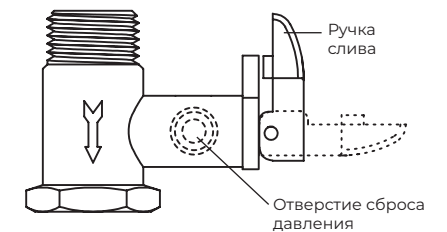

Рис. 5
- Помните о контрольных проверках исправности действия предохранительного клапана каждые 14 дней. Способ проверки: перевести ручку слива в горизонтальное положение до ощущения перехода резьбы, и тогда из отверстия клапана должна потечь вода. После проверки вытекания воды верните ручку в предыдущее положение (рис. 5).